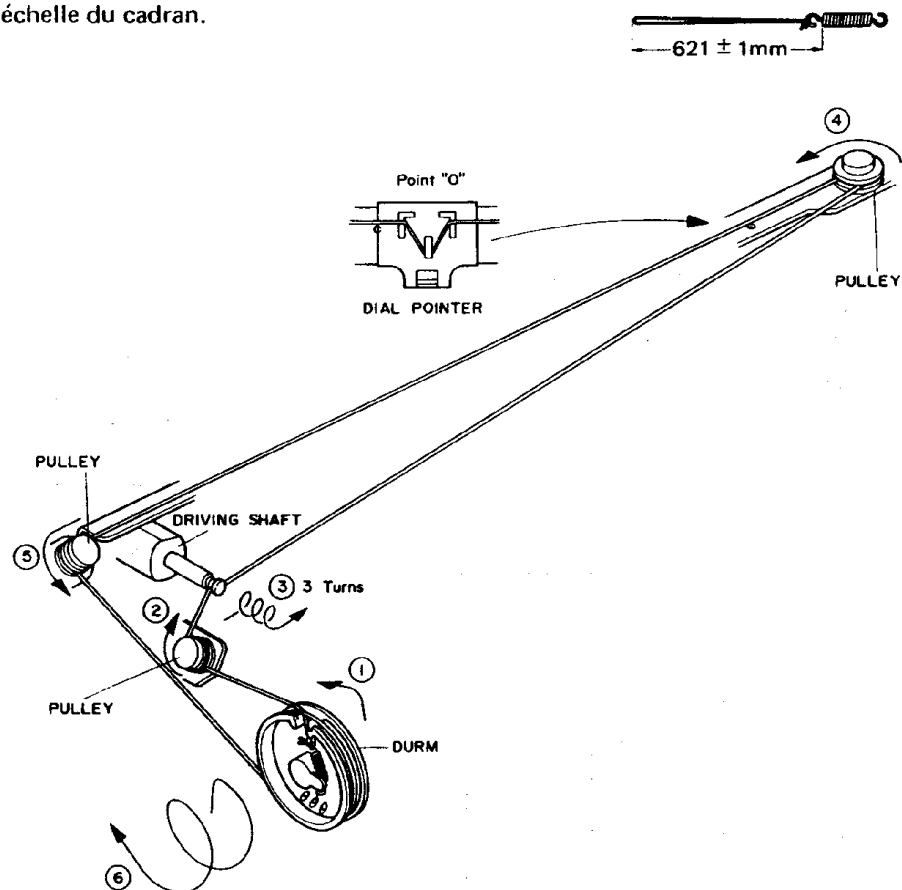

Figure 6-1
2. Proceed with stringing in the numerical order as shown in Fig. 6-1.
2. Fahren Sie in numerischer Abfolge, wie in Abb. 6-1 angezeigt, mit der Besaitung fort.
2. Passer le fil dans l'ordre numérique tel qu'il est indiqué à la Fig. 6-1.